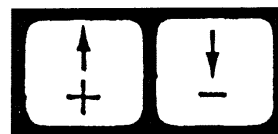

fig.1
4.2.1 De insteltoetsen +/- (fig.1)